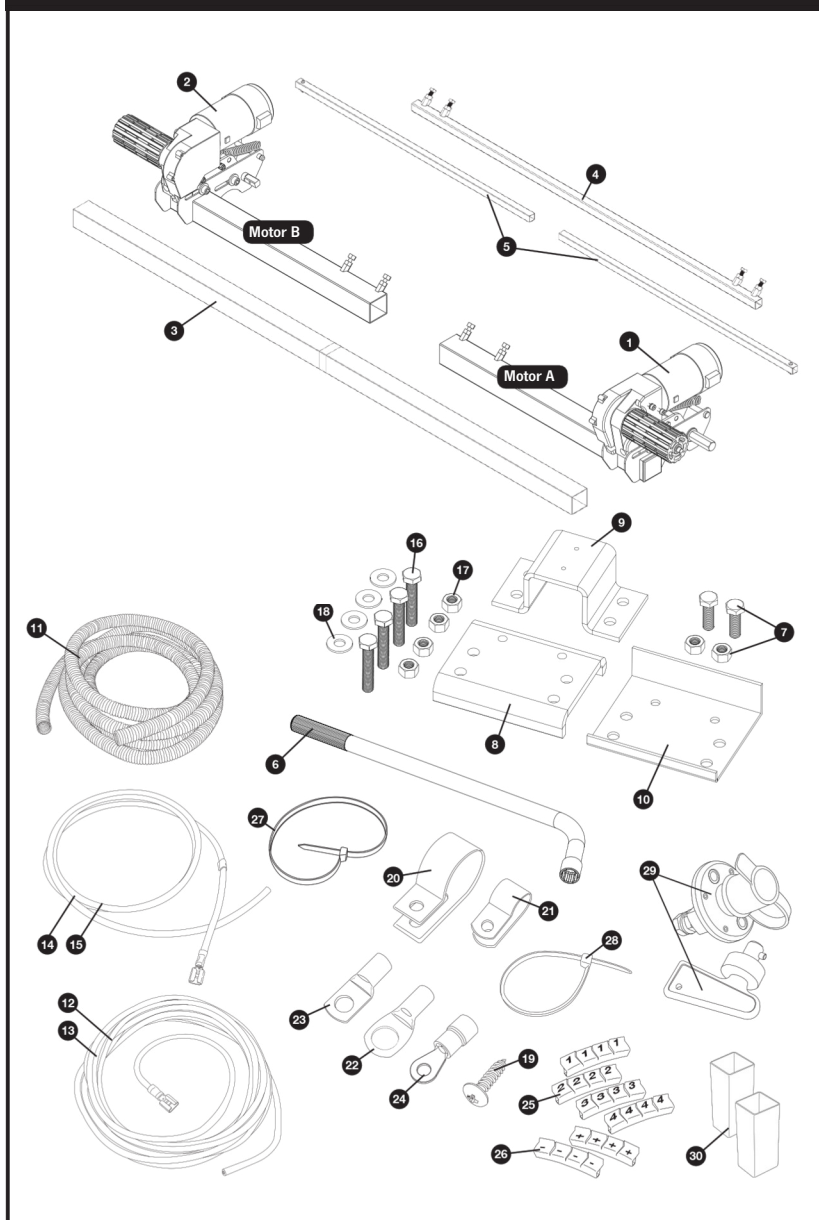

Fig. 1
Monteer de motorframekant (1), de motorframekant (2) en de hoofddwarsbalk (3) losjes (zie Fig.1). De moeren (Afb.1.B) voor de bevestiging van de dwarsstang mogen in dit stadium niet meer dan vingerdruk zijn. Monteer de dwarsdragers door de bedieningsstangen (5) in de centrale bedieningsstang (4) te schuiven en op de stangen van de motormontage (Fig.1.A) te monteren. Bevestig de bedieningsstangen aan deze stangen met de bijgeleverde nyloc moer en bout (reeds bevestigd aan de bedieningsstangen). De moeren (Fig.1.C) voor de bevestiging mogen in dit stadium niet meer dan vingerdruk zijn.
Plaats het geheel (Fig.1) losjes onder de caravan. In principe moet het geheel vóór de
Zodra u tevreden bent over de afstand tussen de movers, draait u de vier nyloc moeren (17) op beide klemmen (Fig.10) volledig vast met een aanhaalmoment van 40 ft lbs/55Nm en vervolgens de bouten (Fig.1.B en Fig.1.C) op elk raamwerk aan de motorzijde met een aanhaalmoment van 9ft lbs/12Nm. Controleer opnieuw de afstand van 20 mm tussen de rollen en de banden en draai indien nodig de bouten los en stel de positie van het geheel opnieuw af. Zodra u tevreden bent over de positie van de assemblage, monteert u de chassistopmoeren en -bouten (7) in elk van de bovenplaten van de Classic-klem (8) en draait u ze vast (zie Fig. 10). Draai de bouten vast met een aanhaalmoment van 40 ft lbs/55Nm. De aanslagbouten grijpen in de lip van het chassis en helpen voorkomen dat de mover langs het chassis glijdt